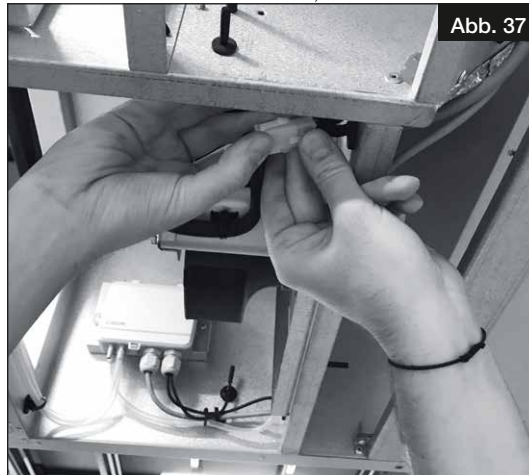

Abb. 37
2. Netzstecker des Lüfters ziehen, s. Abb. 37.